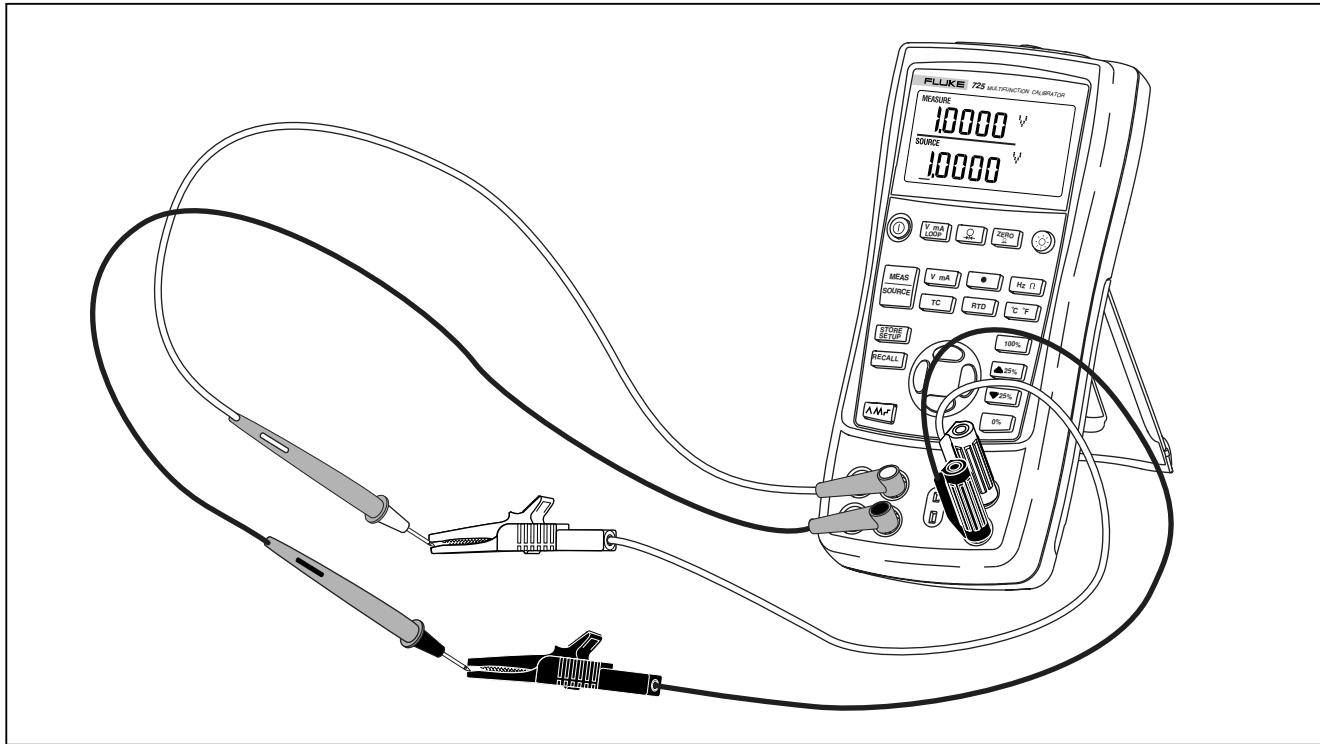

图 5. 电压-电压测试
1. 按图 5 所示把校准仪的输出电压端子接到它的输入电压插孔上。
2. 按① 打开校准仪。按 **V_{mA} LOOP** 选择直流电压（显示屏幕上部）。
5. 按① 或② 以选择改变一个数位。按③ 选择输出值为 1 V。按住 **100%** 使 1 V 作为 0 % 的值。
6. 按③ 使输出增加到 5 V。按住 **100%** 使 5 V 作为 100 % 的值。